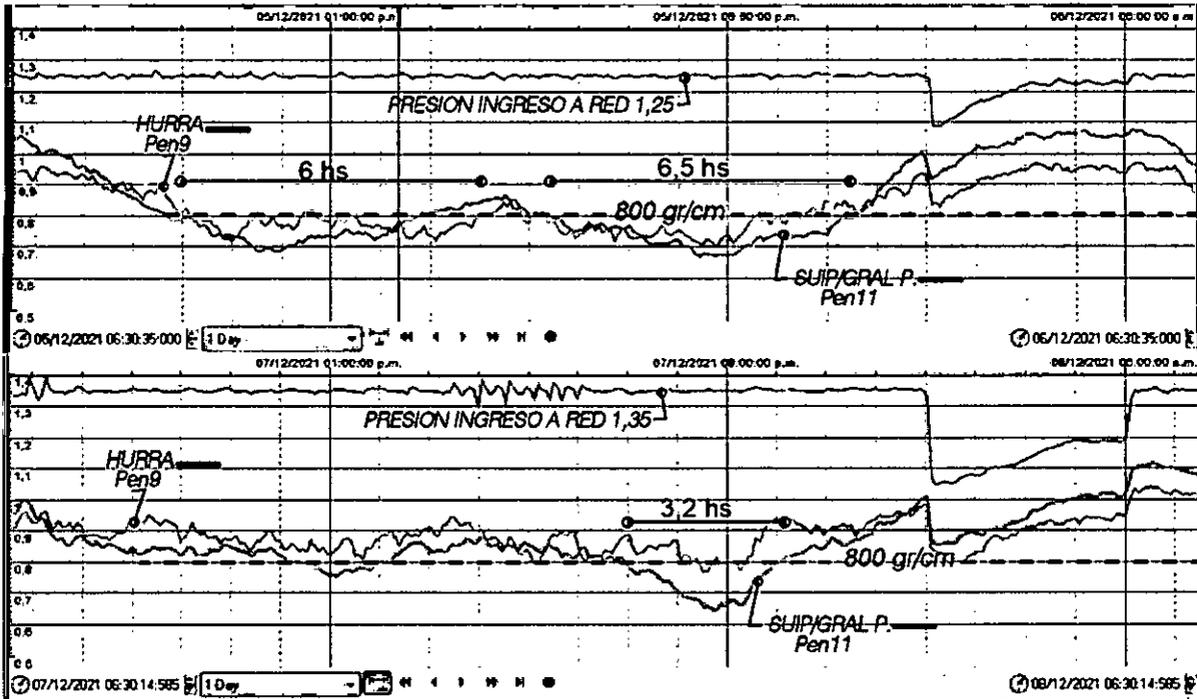

Ilustración 6: Presiones en 2 sectores de la red con 1,25 Y 1,35 kg/cm2 n Ingreso a Red (B.T.)
La red no tiene problemas de presión, sólo al norte de calle Rafaela y al Oeste de Ruta 34 presenta valores levemente inferiores en parte del día. Como se observa en el gráfico un par de horas se encuentra entre 700/800 gramos (ilustración 6 gráfico inferior). Esta situación se debe a 3 motivos fundamentales:
- Regulación de presión en ingreso a red (en el propio tanque), que condiciona las mismas en toda la red. Provocamos una pérdida de carga para reducción en 200/400 gramos al ingreso de la red y con ello lograr un nivel de fuga menor. Esta situación (ilustración 6 Gráfico superior) para lograr la mínima presión de ingreso que asegura 800 gr/cm² mínimo en red.
Subir la presión durante la tarde a 1.35 kg/cm². Hecho, ver ilustración 6